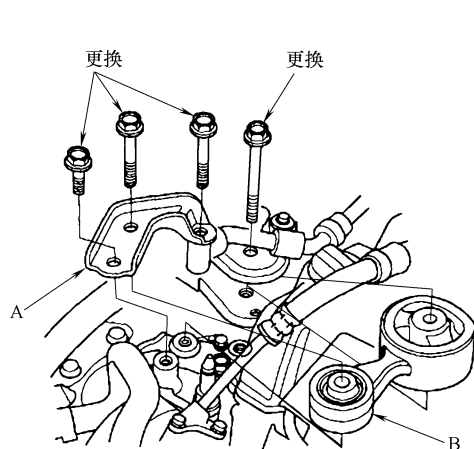

图 23-123 扭力杆加强件和上部扭力杆
- 9) 按照图 23-123 所示，拆卸扭力杆加强件和上部扭力杆。